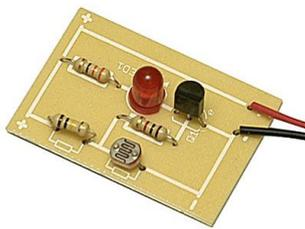
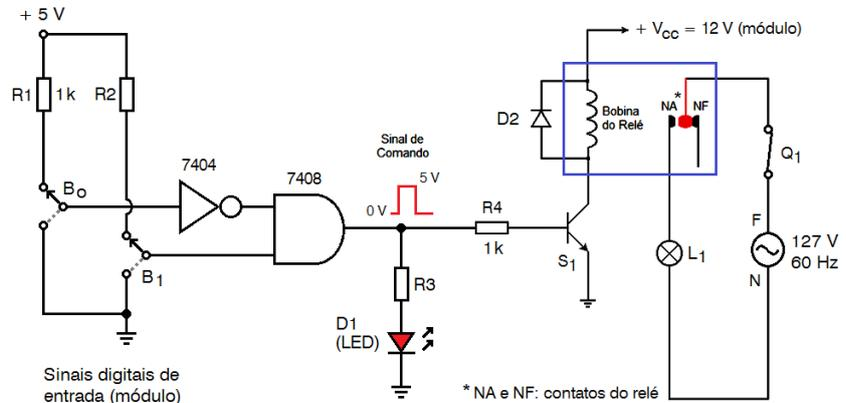

Figura 5 – Placa onde o TJB é acionado pela luz via resistor do tipo LDR. O diodo LED está no circuito de saída, para notificar os estados do transistor.
Figura 6 – Transistor acionado por um sinal digital de 5 V.
Questão 5 – A Figura 5 mostra a placa de um circuito eletrônico onde o TJB é acionado pela luz, via LDR (resistor dependente da luz ou do inglês *light dependent resistor*), um tipo de resistor cuja resistência varia conforme a intensidade de radiação eletromagnética do espectro visível que incide sobre ele. Na Figura 6 o TJB é acionado por um sinal digital de 5 V.
- Desenhar um esquema aproximado para o circuito da Figura 5 e explicar a sua operação.
- Para o circuito da Figura 6, explicar o acionamento da lâmpada L1 pelas chaves B₀ (representando uma botoeira para desligar) e B₁ (botoeira para desligar).